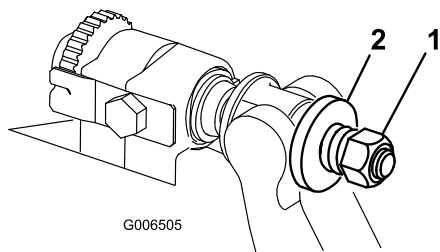

Figure 32
5. Serrez l'écrou de tension du ressort jusqu'à ce que les spires soient jointives, puis desserrez-le d'un demi-tour (Figure 32).